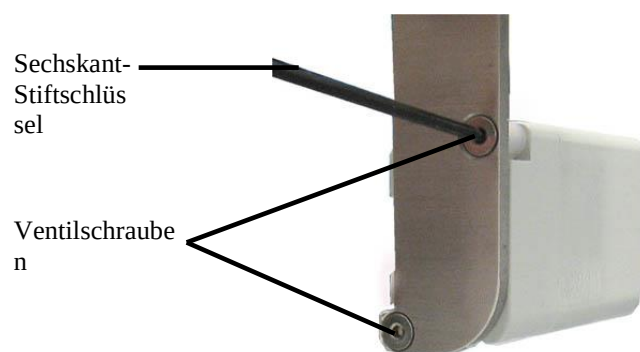

Abb. 31: Entfernen des Fraktionierventils
6. Befestigen Sie das Fraktionierventil mit Hilfe des Sechskant-Stiftschlüssels aus dem Kit an der Fraktionierventil-Einheit (→ Abb. 31, Seite 76). Das Fraktionierventil muss mit dem Waste-Anschluss nach oben montiert werden.
4. Lösen Sie die beiden Ventilschrauben mit Hilfe des Sechskant-Stiftschlüssels aus dem Kit (® Abb. 31).